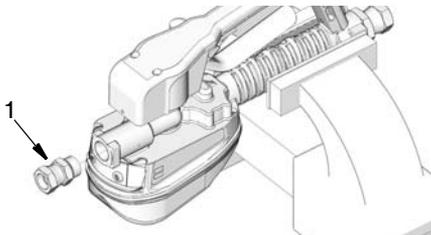

FIG. 3
3. Installez le raccord (1) dans la sortie comme montré à la FIG. 3. Serrez le raccord avec une clé.